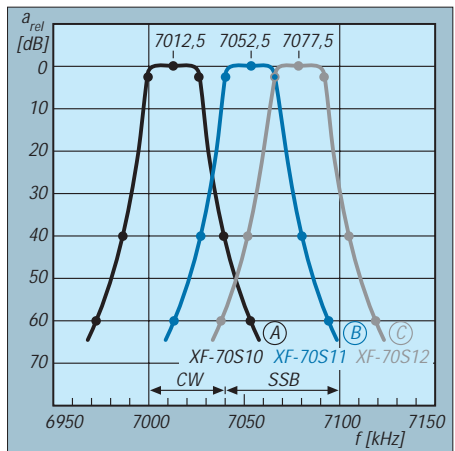

Bild 2: Aus den Grenzwerten für die Bandbreitenangaben abgeleitete Durchlaßkurven (worst case, s. Text)
- Intermodulationsprodukte von starken Amateurfunksignalen mit jeweils zwei (!) Rundfunkträgern (s. [1], Tabelle 3). Beispiele: Amateurfunksignal auf 7010 kHz, Rundfunkträger aus [1], Bild 2 bzw. Bild 3: $(7010 + 7135 - 7130) \text{ kHz} = 7015 \text{ kHz}$ oder $(7010 + 7115 - 7105) \text{ kHz} = 7020 \text{ kHz}$!
Bild 2 zeigt aus den Grenzwerten (Tabelle) für die Bandbreitenangaben abgelei-